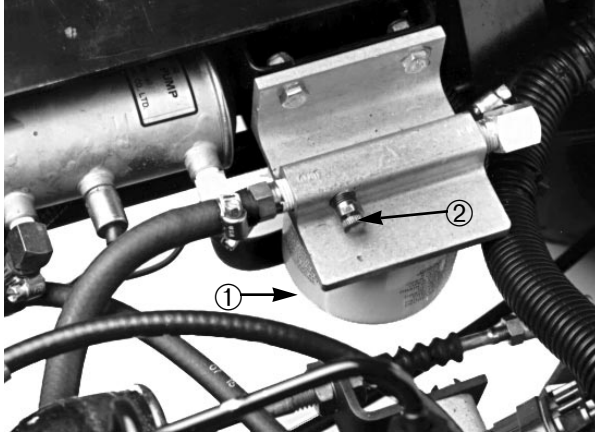

Fig. 12
1. Løsn udluftningsskruen ovenpå brændstoffilteret/vandudskilleren (Fig. 12).
2. Drej tændingsnøglen til TILSLUTTET (ON). Den elektriske brændstofpumpe vil begynde at virke og derved tvinge luft ud rundt om udluftningsskruen. Lad nøglen blive i TILSLUTTET (ON) stilling, indtil der kommer en jævn brænd-